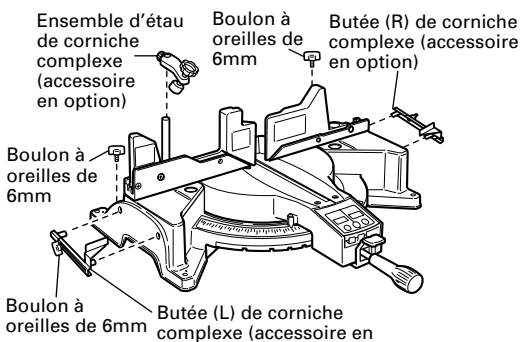

Fig. 41-a
(1) Les butées (L) et (R) de corniche complexe permettent des coupes plus faciles de corniches complexes sans inclinaison de la lame de scie. Les installer sur la base, de chaque côté, comme le montre la Fig. 41-a. Après les avpir introduits, serrer le boulon à oreilles de 6mm sur les butées de corniche complexe.